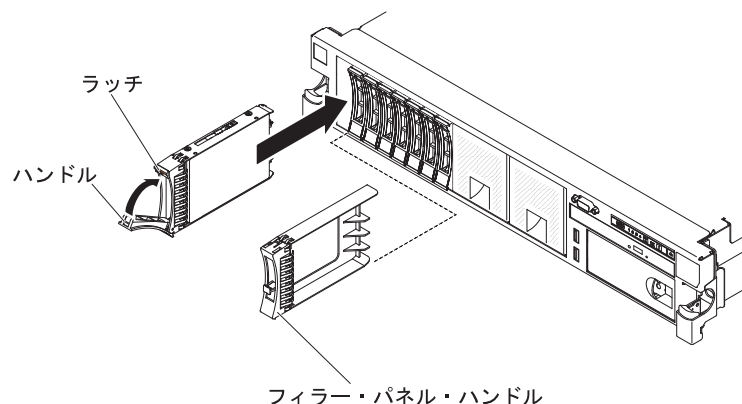

図 122. 2145-DH8 ブート・ドライブの取り外し
- 159 ページの図 122 に示すように、スロットからドライブ・アセンブリーを慎重に引き出します。